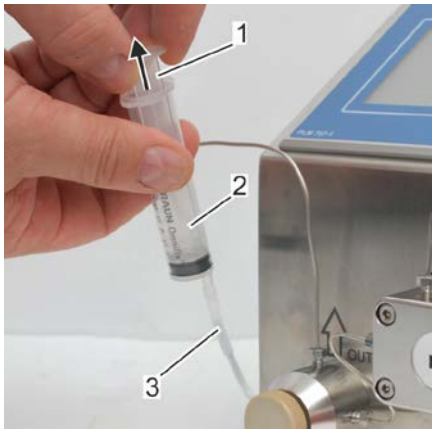

Abb. 35: Zuleitung entlüften
3. Spülflüssigkeit mit der Spritze (Abb. 35) ansaugen. Hierzu den Spritzenkolben (Abb. 35/1) in Pfeilrichtung aus dem Spritzenzylinder (Abb. 35/2) herausziehen. Das System ist vollständig gespült, wenn die einströmende Flüssigkeit in dem Spritzenzylinder blasenfrei und einheitlich sauber ist.